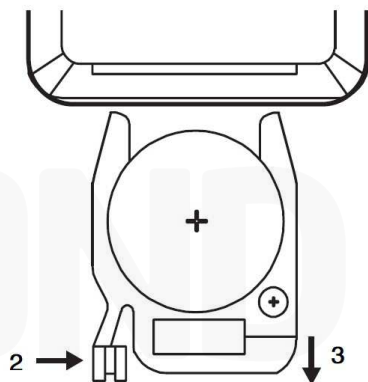

Imagen 2
- Empuje el cierre en la dirección de la flecha 2 (ver imagen 2).